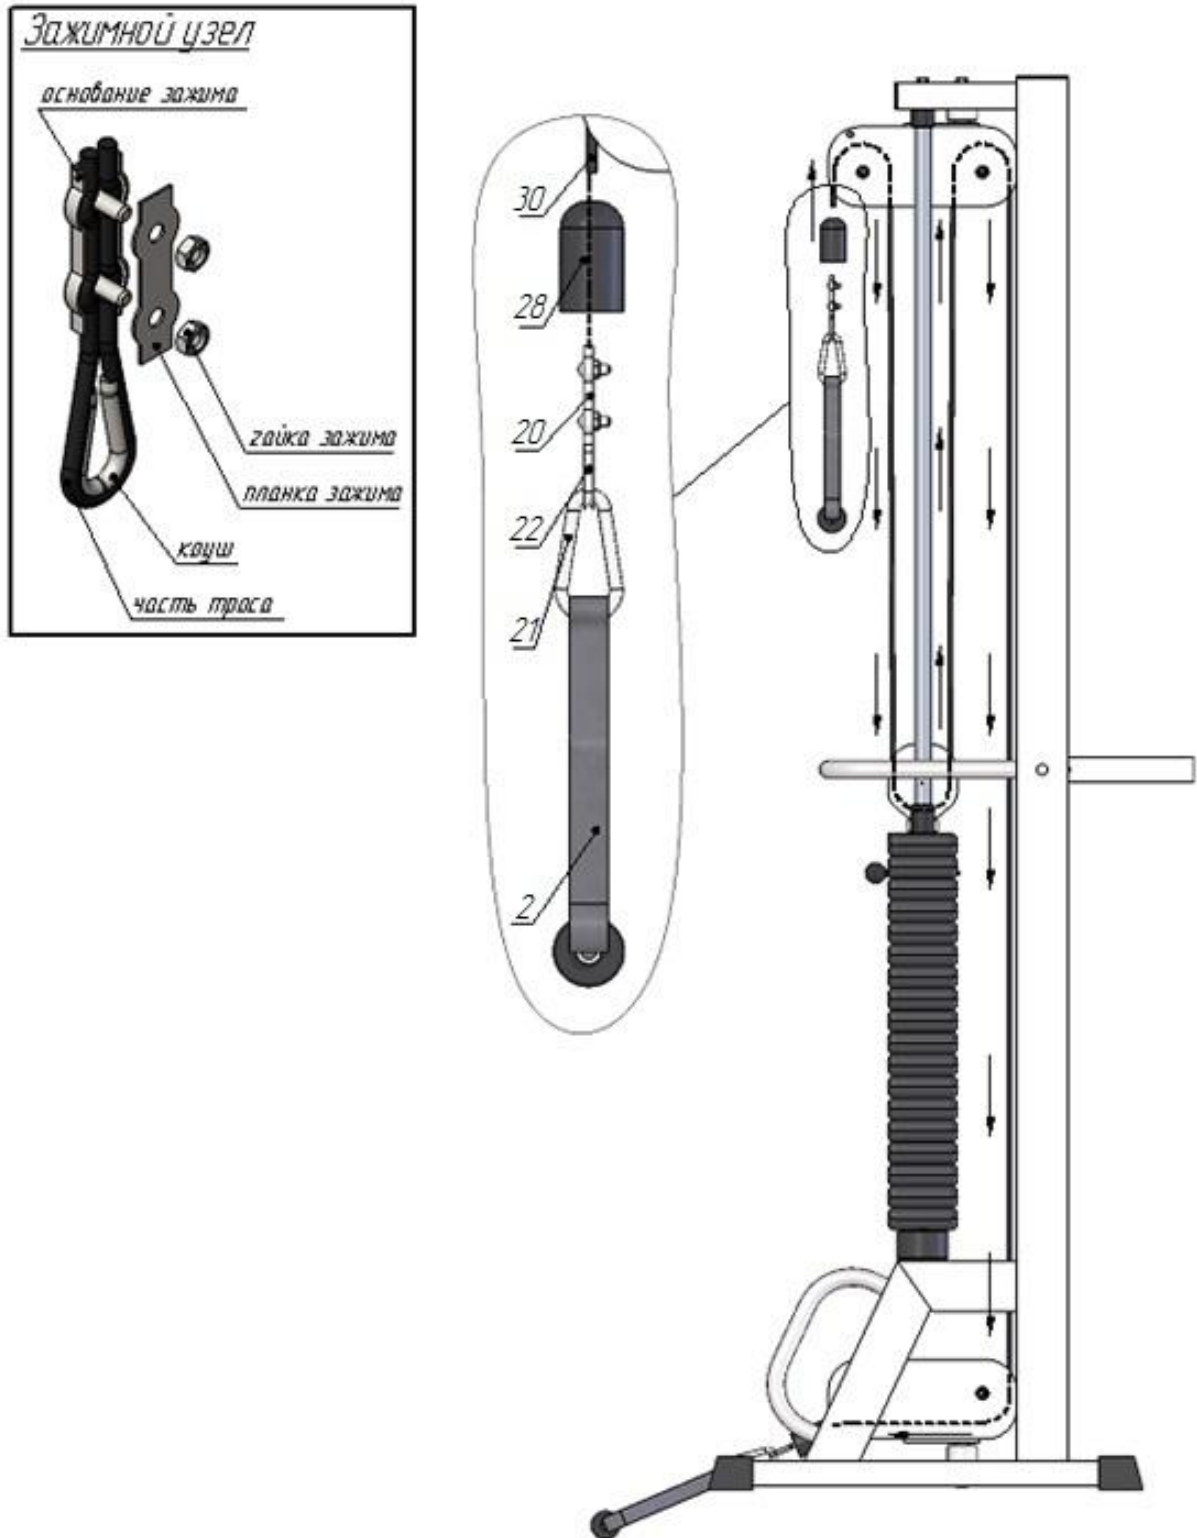

Рис.3
3. Возьмите один конец шнура (30) и проденьте его через отверстие в стопоре (28); затем вложите шнур в зажим «Duplex» (20), обогнув болты зажима с одной стороны; далее вытяните шнур сильнее и сделайте петлю, вложите в нее коуш (22); вернитесь в зажим (20), снова обогнув болты, но с другой стороны. Затяните как можно сильнее планку зажима (20). Зажим (20) со шнуром вставьте в полость стопора (28). Зафиксированный конец шнура скрепите с ручкой тяги (2) при помощи карабина (21). Свободный конец шнура (30) пропустите согласно схеме и повторите последовательность операций, указанных выше (рис.3).